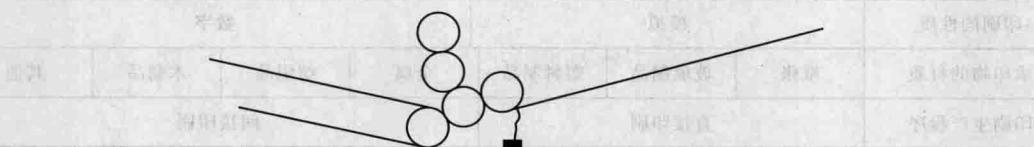

图 1-3 单张纸圆压圆型印刷机
(1) 单张纸圆压圆型印刷机 印刷装置结构简单，操作方便，容易组合成双面印刷机；滚筒空当较小，各个滚筒连续匀速旋转，运转平稳，印刷质量好，现代单张纸平版印刷机的印刷速度最高已超过每小时 20000 张，适用各种印刷方法，还可加装其他辅助装置，成为能印号码、分切、上光、模切、折页等多种功能的印刷机，如图 1-3 所示。